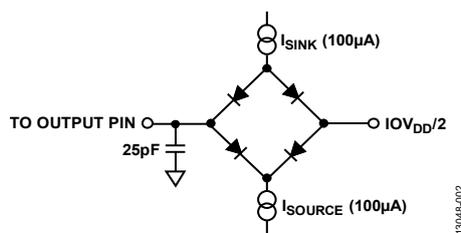

図 2. タイミング・キャラクタライゼーション用の負荷回路
- 4 これらの仕様は、図 2 に示す負荷回路で測定し、出力が  $V_{OL}$  または  $V_{OH}$  の限界値を超えるまでに必要な時間として定義されています。
- 6 これらの仕様は、図 2 に示す負荷回路でデータ出力が 0.5 V 変化するのにかかる時間(測定値) から導出しています。この測定値に外挿を行い、25 PF コンデンサの充放電の影響を除去しているので、タイミング特性に記載された時間は、デバイスの真のバス開放時間であり、外部バスの負荷容量とは無関係です。